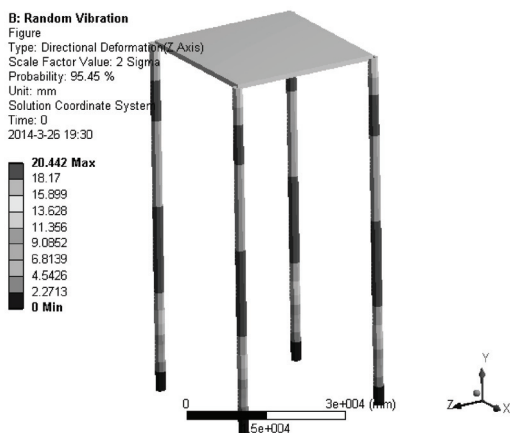

图 13-15 2 Sigma 变形云图
8) 重复步骤 2) ~4)，设置 Scale Factor 为 2 Sigma，求解 2 Sigma 变形云图，得到图形如图 13-15 所示。